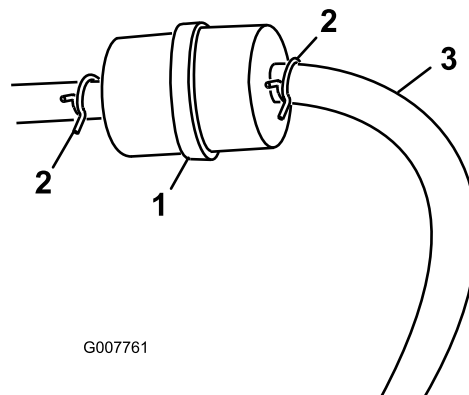

图26
3. 将软管夹的两端挤压到一起、将它们滑离滤清器（图26）。
5. 安装新的滤清器、并将软管夹移近滤清器（图26）。
3. 松开燃油滤清器上的软管夹、沿燃油管向上滑动、使之离开燃油滤清器（图26）。
4. 从燃油滤清器上断开燃油管（图26）。
**注意：** 让汽油排入燃油容器或放油盘（图26）。
5. 将燃油管安装到燃油滤清器上。将软管夹滑近燃油滤清器、固定燃油管（图26）。